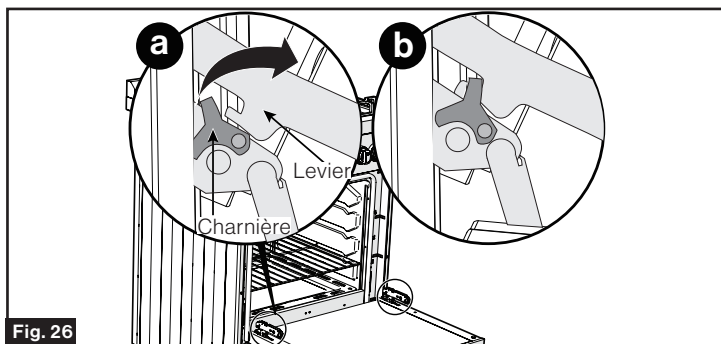

Fig. 26
- Afin d'éviter toute blessure due à la fermeture du support de la charnière, assurez-vous que les deux leviers sont bien en place avant de retirer la porte (Fig. 26). En outre, ne pas ouvrir ou fermer de force la porte : la charnière est susceptible d'être endommagée et d'entraîner des risques de blessures.
3. Tournez la charnière (une de chaque côté) vers vous pour que le levier s'enclenche. (Fig. 26)